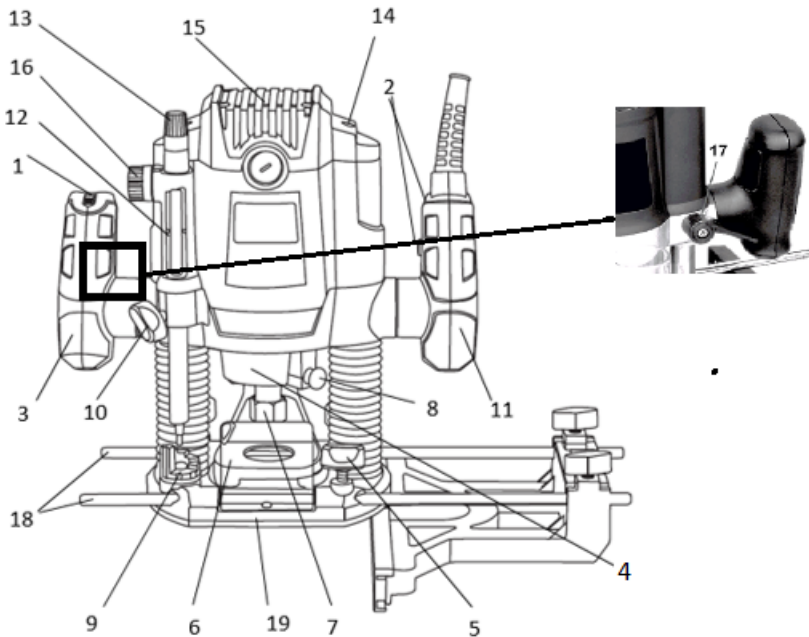

Рисунок 1
Фреза фіксується та самоцентрується по циліндричній поверхні хвостовика при затягуванні патрону (7) (рис.1) гайковим ключем з комплекту. Контроль глибини фрезерування здійснюється за шкалами (12) та (13), при цьому механізм має достатній вертикальний хід.
7-ступеневий упор (9) (рис.1), з опорними поверхнями, які слугують для обмеження глибини фрезерування, має можливість повороту навколо своєї осі, що дозволяє ступінчасто та швидко змінювати глибину фрезерування.
- перевести обмежувач глибини фрезерування (12, рис. 1) у положення для максимальної глибини обробки;
Під час налаштування глибини фрезерування слід пам'ятати, що якщо вона становить 3 мм або кратна 3мм, то в процесі роботи необхідна глибина фрезерування може бути досягнута поступово в кілька проходів. З цією метою виріб оснащений 7-ступеневим поворотним упором-обмежувачем (9, рис. 1), який дозволяє поступово збільшувати заглиблення фрези, не налаштовуючи її при цьому описаним вище способом: спочатку фрезерування виконується на мінімальній глибині (перше положення з найвищою опорною поверхнею), а потім доходить до останнього (сьомого) положення. При кожному повороті обмежувача заглиблення фрези збільшується на 3 мм.
Зміну швидкості обертання здійснюють за допомогою коліщатка регулятора швидкості обертання шпинделя (1, рис. 1) на корпусі виробу.
4.2.3 Плавню підведіть фрезу до поверхні заготовки, поки обмежувач глибини фрезерування (12, рис. 1) не торкнеться нижньої сходинок 7- ступінчастого упору (9, рис. 1).
4.2.6 Якщо глибина фрезерування перевищує 3 мм, обробляйте заготовку за кілька проходів, знімаючи за один прохід невеликий шар матеріалу. Для цього використовуйте 7-ступеневий упор (9, рис. 1). Спочатку встановіть необхідну кінцеву глибину фрезерування з використанням 7-ступеневого упору і почніть вибірку з найвищої сходинок, опускаючи фрезу з кожним проходом на сходинок нижче (висота кожної сходинок 3 мм).